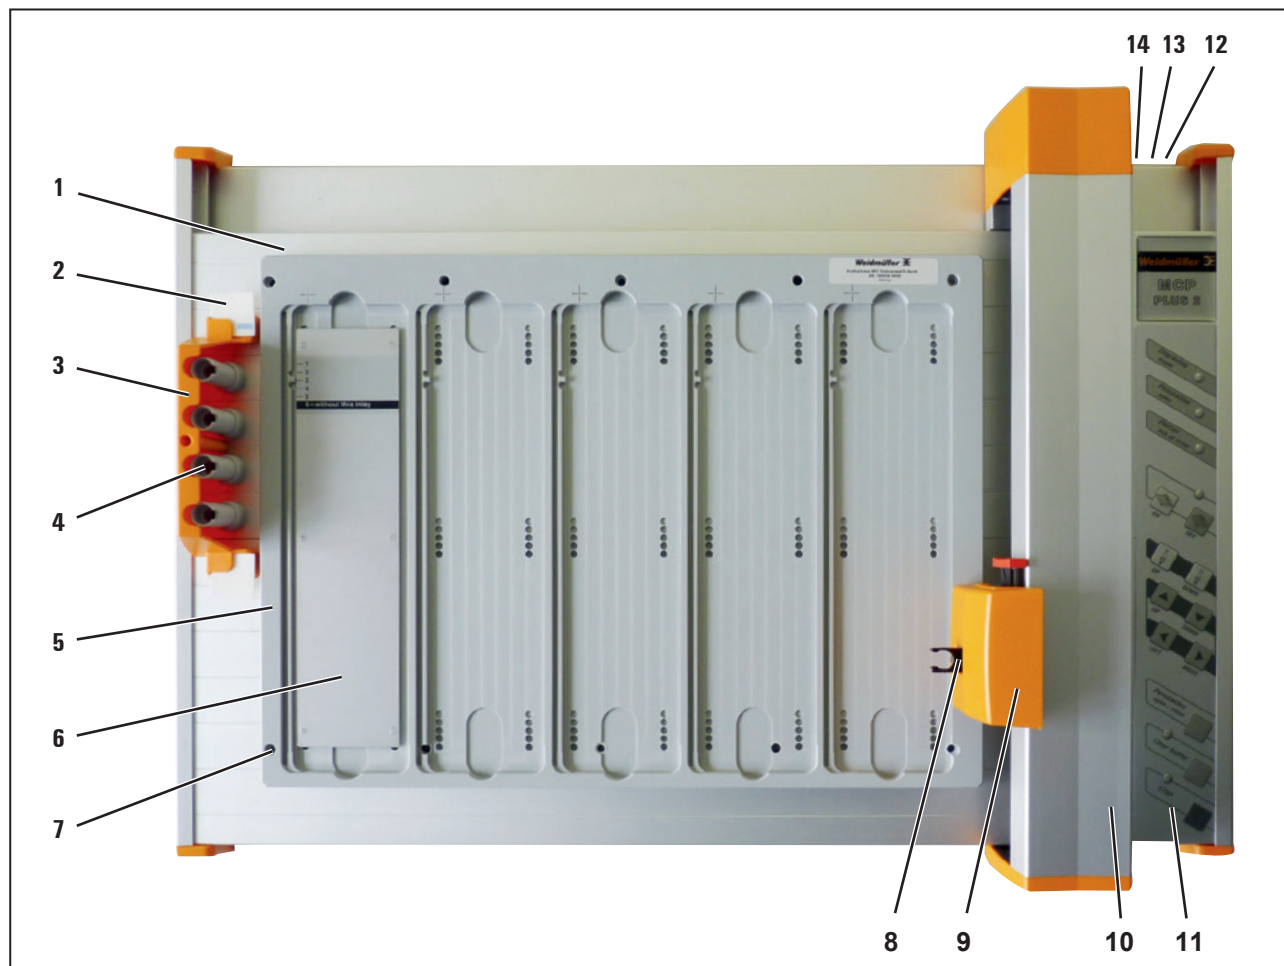

Fig. 4.1 Visão geral do produto
- Ligue o cabo de ligação à corrente à plotter (fig. 4.1, número 12).
- Ligue o cabo USB à plotter (fig. 4.1 número 14) e ao PC.